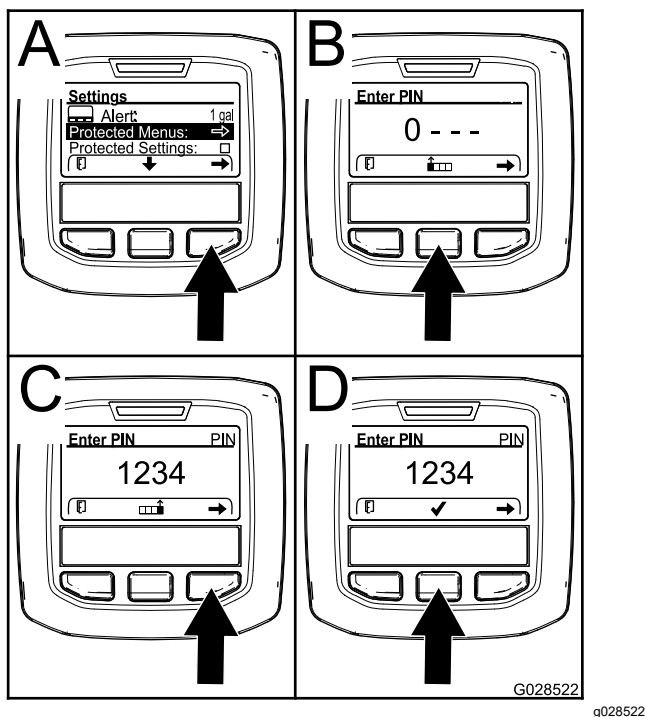

Рисунок 25
2. В меню SETTINGS (НАСТРОЙКИ) с помощью средней кнопки прокрутите меню вниз к пункту PROTECTED MENU (ЗАЩИЩЕННОЕ МЕНЮ), и нажмите правую кнопку (Рисунок 25А).
3. Чтобы ввести ПИН-код, нажмите среднюю кнопку и удерживайте ее в нажатом положении до появления первой цифры, затем нажмите правую кнопку, чтобы перейти на следующую цифру (Рисунок 25В и Рисунок 25С). Повторяйте этот пункт до тех пор, пока не будет введена последняя цифра, затем нажмите правую кнопку еще раз.